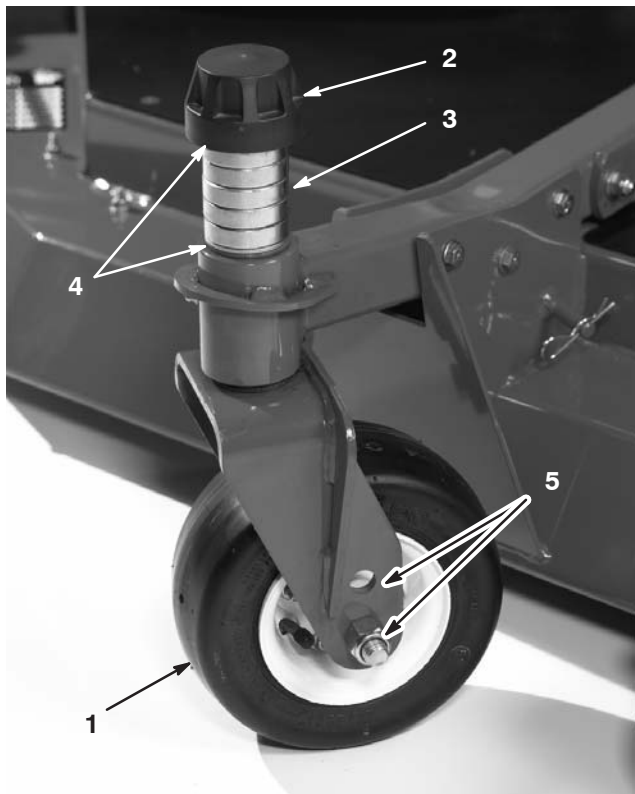

Figure 84
1. Enlevez le chapeau de tension de l'axe de pivot et sortez l'axe du bras pivotant (Fig. 84). Repositionnez les cales pour élever ou abaisser la roue pivotante, selon les besoins, et obtenir la bonne inclinaison.